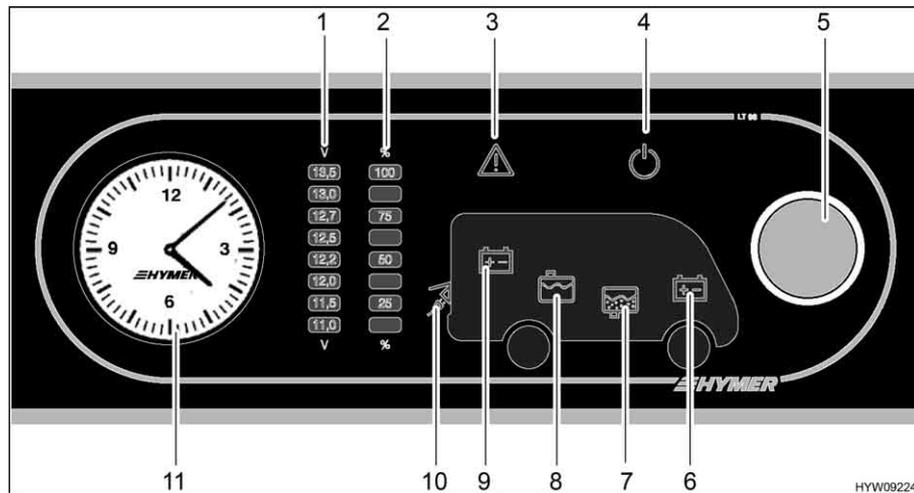

Fig. 124 Pannello di controllo (LT 98)
Il pulsante a rotazione (Fig. 124,5) inserisce o disinserisce il pannello di controllo e l'alimentazione a 12 V dell'abitacolo.
**Accensione:** ■ Premere il pulsante a rotazione (Fig. 124,5): L'alimentazione a 12 V dell'abitacolo è inserita. La spia di controllo a 12 V (Fig. 124,4) diventa verde.
**Spegnimento:** ■ Premere il pulsante a rotazione (Fig. 124,5): L'alimentazione a 12 V dell'abitacolo è disinserita. La spia di controllo a 12 V (Fig. 124,4) si spegne.
Mediante il pulsante a rotazione (Fig. 124,5) si possono interrogare sia la tensione della batteria dell'abitacolo che la tensione della batteria di avviamento. La tensione viene visualizzata sulla scala indicatore per la tensione della batteria (Fig. 124,1).
- Ruotare il pulsante a rotazione (Fig. 124,5), finché si accende il simbolo della batteria della quale deve essere interrogata la tensione.
Viene indicata la tensione della batteria dell'abitacolo (Fig. 124,9)
Viene indicata la tensione della batteria di avviamento (Fig. 124,6)
- Leggere la tensione sulla scala indicatore della tensione della batteria (Fig. 124,1).
Mediante il pulsante a rotazione (Fig. 124,5) si possono interrogare sia il livello del serbatoio dell'acqua che il livello del serbatoio delle acque grigie. Il livello viene visualizzato sulla scala indicatore livello dei serbatoi (Fig. 124,2).
*Indicazione:* ■ Ruotare il pulsante a rotazione (Fig. 124,5), finché si accende il simbolo del serbatoio del quale deve essere interrogato il livello.
Viene indicato il livello del serbatoio dell'acqua (Fig. 124,8)
Viene indicato il livello del serbatoio delle acque grigie (Fig. 124,7)
■ Leggere il livello sulla scala indicatore del livello serbatoio (Fig. 124,2).
La spia luminosa Alarm (Fig. 124,3) lampeggia non appena i valori limite fissati vengono superati per eccesso o per difetto.
La spia luminosa Alarm (Fig. 124,3) lampeggia non appena la tensione della batteria scende al di sotto di 11 V. Se l'alimentazione a 12 V è accesa, si accende anche il relativo simbolo della batteria (Fig. 124,6 o 9), e l'indicatore "11,0" sulla scala indicatore della tensione della batteria (Fig. 124,1) lampeggia. Rischio di uno scaricamento totale della batteria.
La spia luminosa Alarm (Fig. 124,3) lampeggia ed il relativo simbolo del serbatoio (Fig. 124,7 o 8) si accende non appena il serbatoio dell'acqua è vuoto o il serbatoio delle acque grigie è pieno.
La spia di controllo a 230 V (Fig. 124,10) si accende quando all'ingresso della centralina elettrica è presente una tensione di rete.